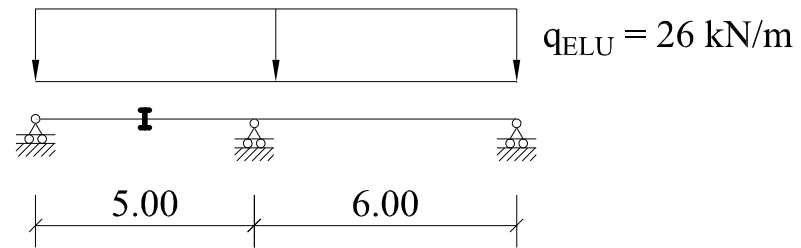

Figure 6 - Schéma mécanique (solution continue)
- Q27.** A partir des figures 6 et 7, tracer les diagrammes N , V_z et M_y sur le DR4. Vous indiquerez toutes les valeurs remarquables ainsi que vos conventions.